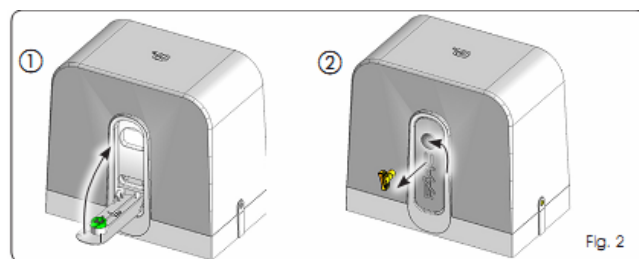

Fig. 2
1. Полностью поднимите рычаг выключателя до упора рис.2. поз. 1.
2. Поверните выключатель против часовой стрелки, как показано на рис. 2 поз. 2.